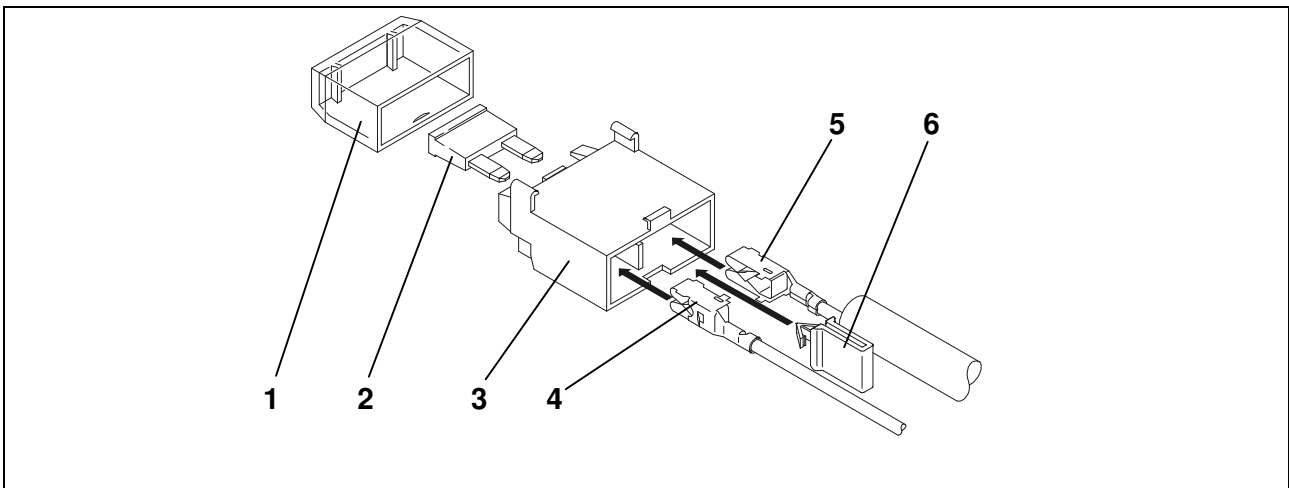

Fig. 3: Montage zekeringshouder
16. Innestare il cavo rosso lungo nel portafusibili (fig. 3/3).
17. Innestare uno dei terminali del cavo singolo rosso corredato di asola nel portafusibile (fig. 3/4), inserire la clip gialla (fig. 3/6) , inserire il fusibile 10A (fig. 3/2) e montare il coperchio (fig. 3/1).
16. De lange rode leiding inklikken in de zekeringshouder (fig. 3/3).
17. Een uiteinde van de de bijliggende rode enkelvoudige leiding met ringoog inklikken in de zekeringshouder (fig. 3/4), de gele clip (fig. 3/6) plaatsen, eenzekering 10A (fig. 3/2) insteken en het kapje (fig. 3/1) plaatsen.